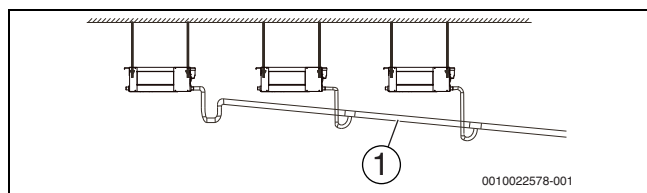
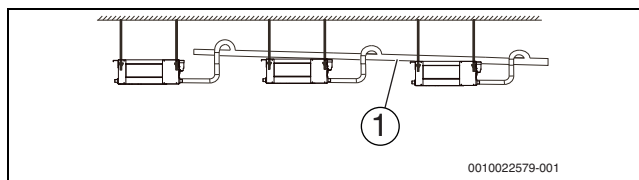

Рис. 19 Монтаж сливного трубопровода без водяного насоса
Рис. 20 Монтаж сливного трубопровода с водяным насосом
7. Установите дренажные трубы, как показано на рис. 19 (без водяного насоса) и рис. 20 (с водяным насосом). Выходное отверстие дренажного трубопровода не должно находиться выше, чем высота сброса воды; наклон трубы должен составлять не менее 1/100.